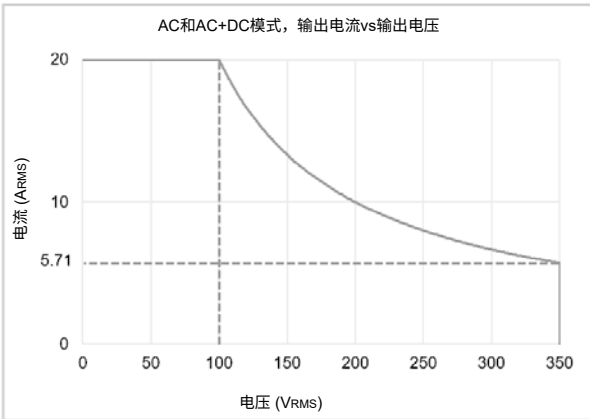
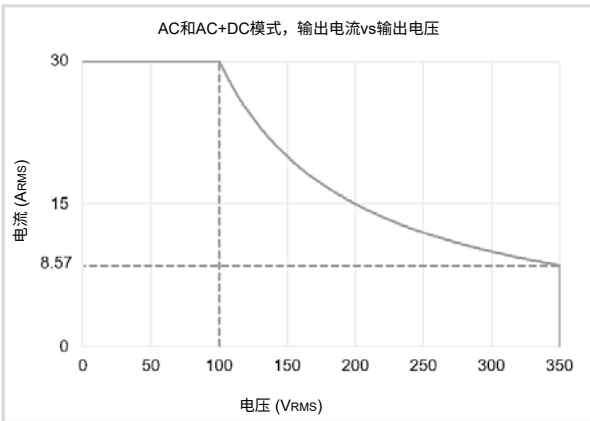
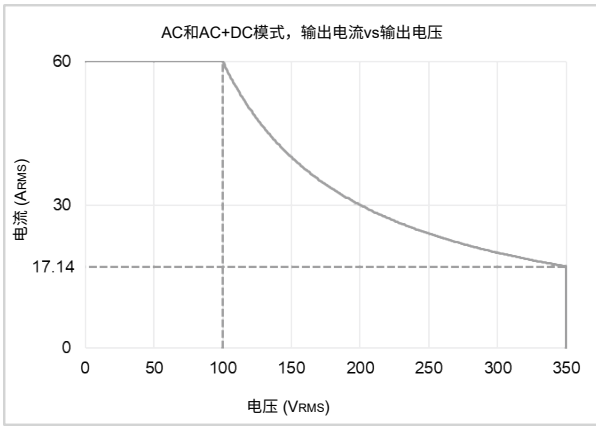
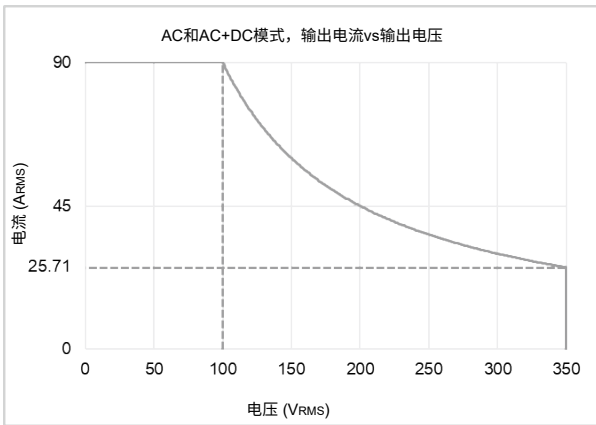

图1: 2KVA AC和AC+DC特性
图3: 3KVA AC和AC+DC特性 (*27)
图5: 6kVA AC和AC+DC特性
图7: 9kVA AC和AC+DC特性 (*28)
- *3: 最大RMS电压设置范围与输出电流设定值相关.当输出电流设定值超过5.714A (2kVA) , 8.571A (3kVA) , 17.142A (6kVA) 或25.714A (9kVA) 时, 输出电压设定值受额定输出功率的限制. 参照图1, 图3, 图5和图7。